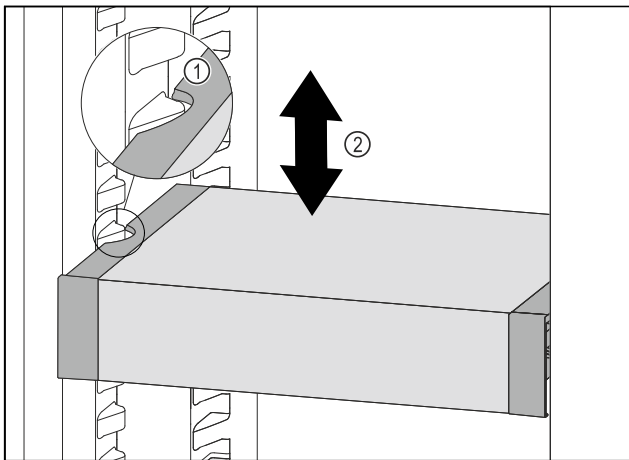

Fig. 82
- VarioSafe nach vorne ziehen, bis sich die seitlichen Aussparungen des VarioSafes auf Höhe der Behälterrippe im Kühlteil befinden. Fig. 82 (1)
- VarioSafe im Kühlteil nach oben oder unten bewegen, bis gewünschte Höhe erreicht ist. Fig. 82 (2)